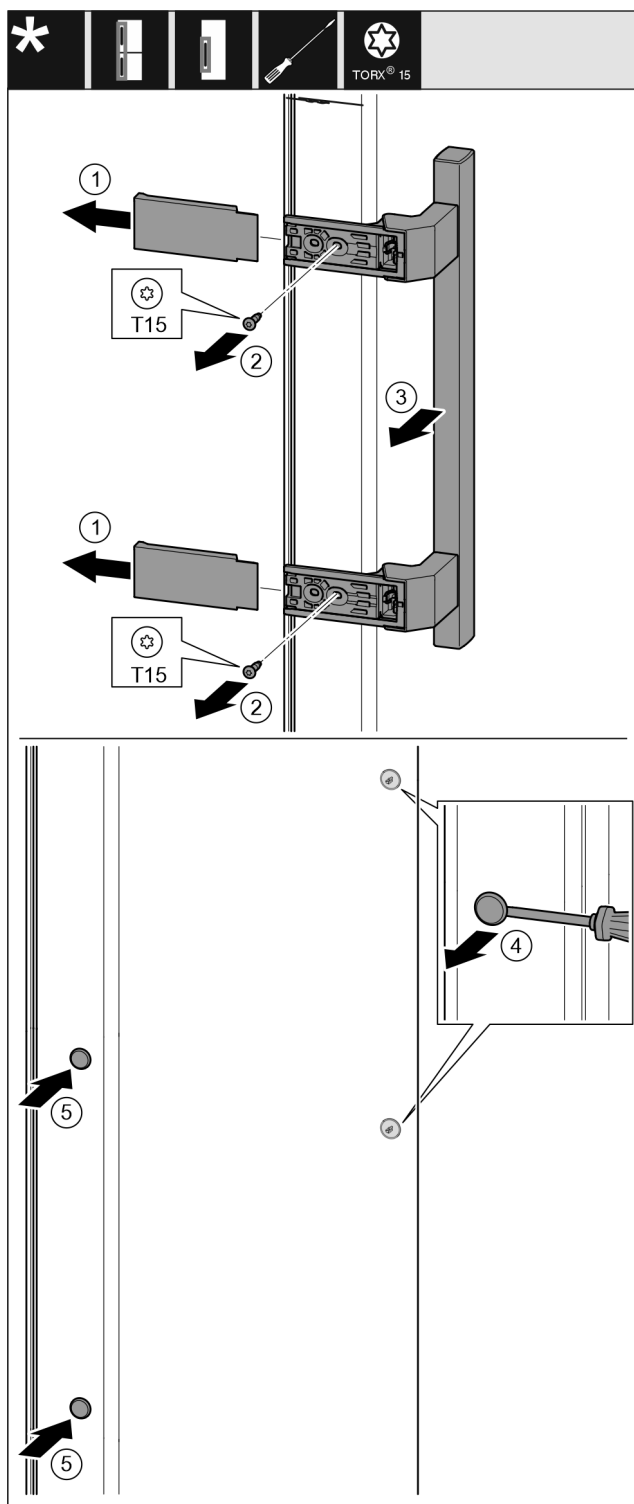

Fig. 20
- Húzza le a fedelet. Fig. 20 (1)
- Csavarja ki a csavarokat a T15 csavarhúzóval. Fig. 20 (2)
- Vegye le a fogantyút. Fig. 20 (3)
- Óvatosan emelje meg az oldalsó dugókat lapos csavarhúzóval, és húzza ki őket. Fig. 20 (4)
- Tegye vissza a dugókat a másik oldalra. Fig. 20 (5)